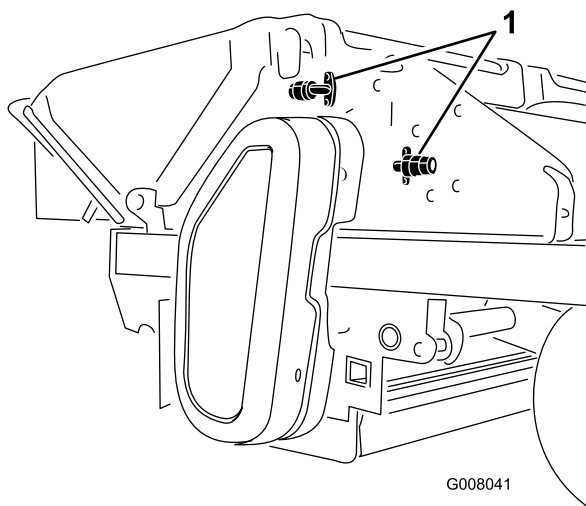

Figura 36
1. Una volta completate le operazioni, utilizzate le aperture di scarico (Figura 36) o spruzzate con acqua l'area della trinciatrice.